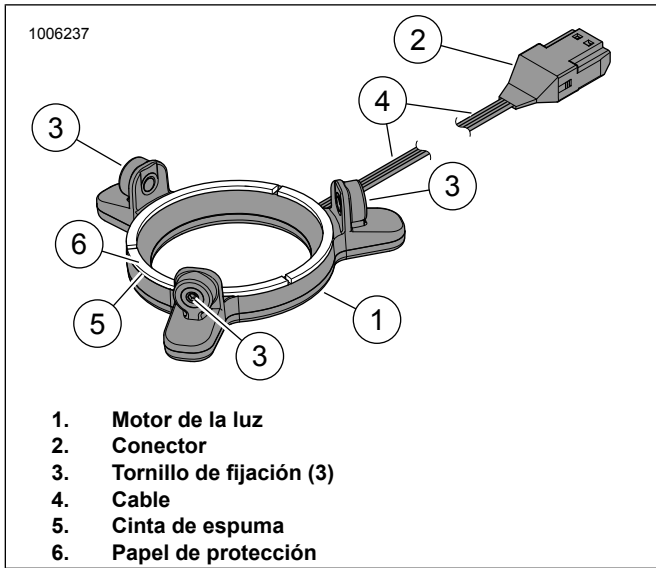

Figura 7. Luz LED, Altavoz Stage II redondo
3. Consulte la Figura 7. Quite el papel de protección (6) de la cinta de espuma (5) en la parte posterior del motor de la luz (1).